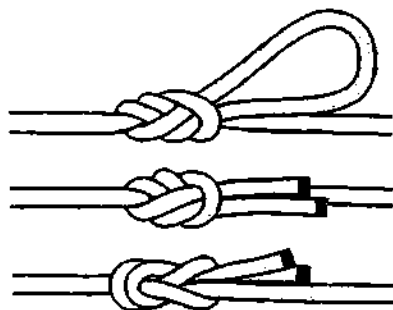

Рис. 908. **Двойной ткацкий узел** и петля **восьмёрка** **односторонняя**.
**Двойной ткацкий узел** – это ещё один вариант использования **восьмёрки** для соединения двух концов верёвки (рис. 908). Оба ходовых конца смотрят в одну сторону. **Двойной ткацкий узел** надёжный и крепкий узел. После использования он легко развязывается также как и **прямой узел**, если потянуть в разные стороны ходовые и коренной концы.